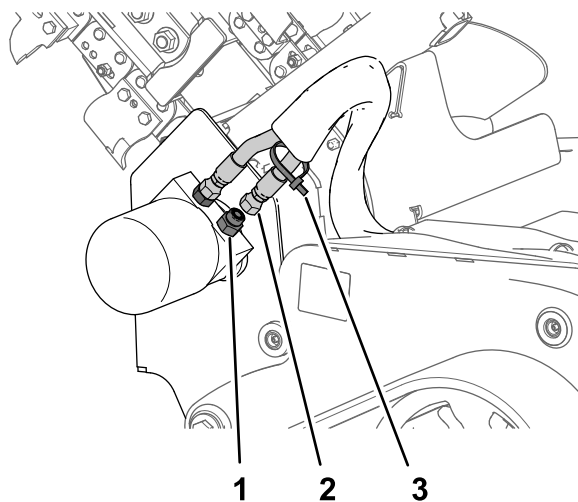

Figura 2
2. Limpie con un trapo las mangueras y acoplamientos hidráulicos del motor hidráulico de la transmisión de la zanjadora (Figura 2).
3. Sujete la brida a la manguera hidráulica trasera del motor hidráulico de la transmisión de la zanjadora (Figura 2).